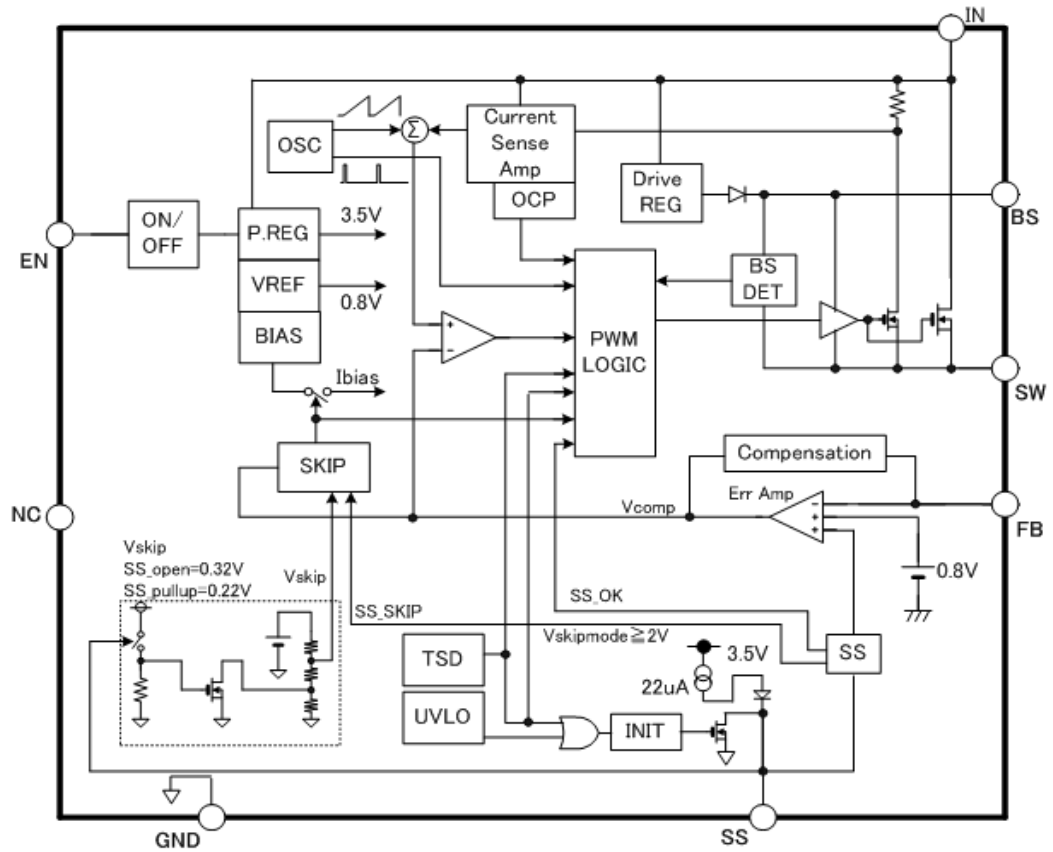

図 2 ブロックダイアグラム
(1) 入力電圧の最小値は、4.5V もしくは  $V_O + 3V$  のどちらか大きい値とする
(2) 最小 ON 時間により制限される入出力条件は、図 2 の入出力特性グラフを参照してください。